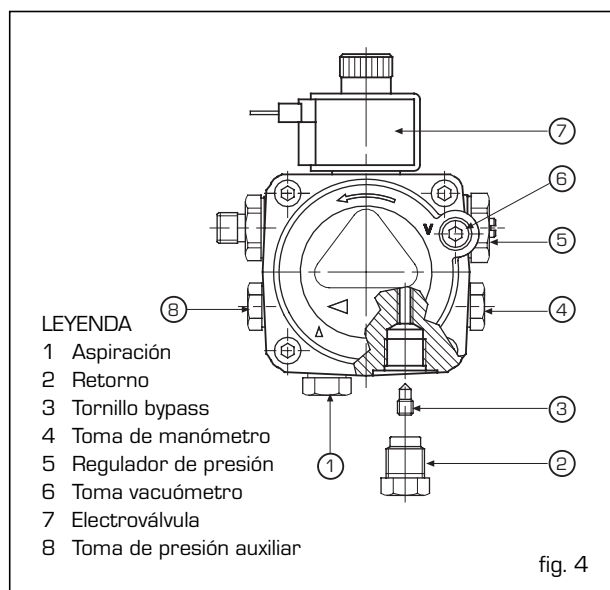

fig. 4
- Para el funcionamiento monotubo, se debe desenroscar el tapón de retorno (2), quitar el tornillo de by-pass (3) y seguidamente volver a enroscar el tapón (2), [ver fig. 4].
En la instalación de la fig. n° 5, se debe aflojar el racord del vacuómetro (6 fig. 4) hasta que salga el combustible.